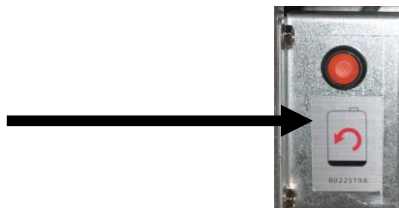

Рис. 6
6. Нажмите и удерживайте оранжевую кнопку сброса параметров коробочного контейнера в течение **пяти (5) секунд** для возврата подпиточной системы к исходным настройкам (см. рис. 6).